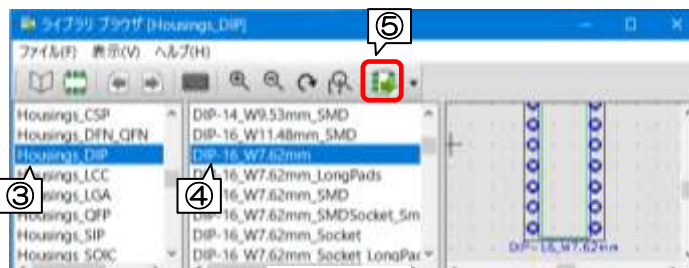

図 14-2
- ③ ライブラリ・ブラウザ・左ペインの Houseings_DIP を選択します。 図 14-2
- ④ 中央ペインの DIP-16_W7. 64mm を選択します。 図 14-2
- ⑤ 「ボードへフットプリントを挿入」をクリックします。 図 14-2